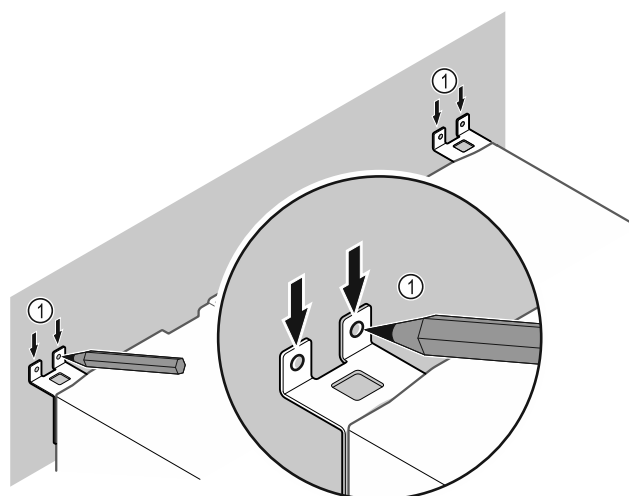

Fig. 13
- ▶ Na stezni narišite oznake Fig. 13 (1).